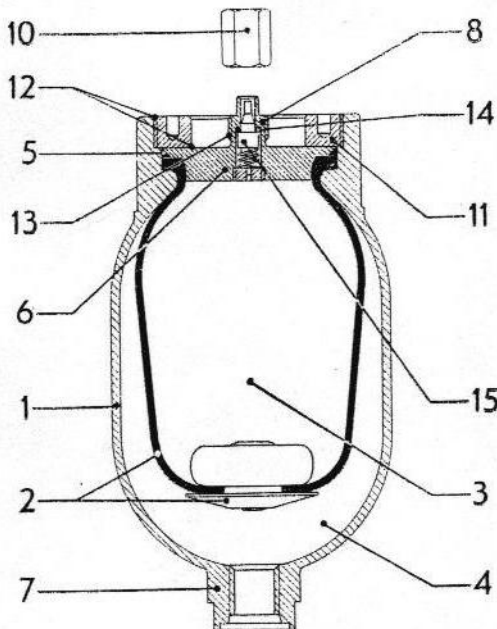

Abb. 1 Druckflüssigkeitsspeicher
Die Gummibläse wird mit einem Gewindingring (11) über den Deckel (6 bzw. 33 – Abb. 1 bzw. 4) fest an eine Wulst des Druckbehälters angepreßt.